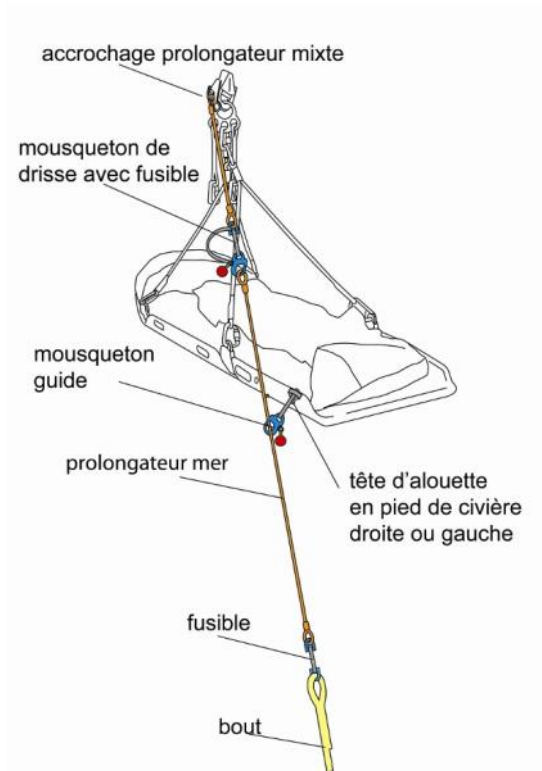

Figure 22
11.1 Accrochage de la civière en version mixte (Figure 22)